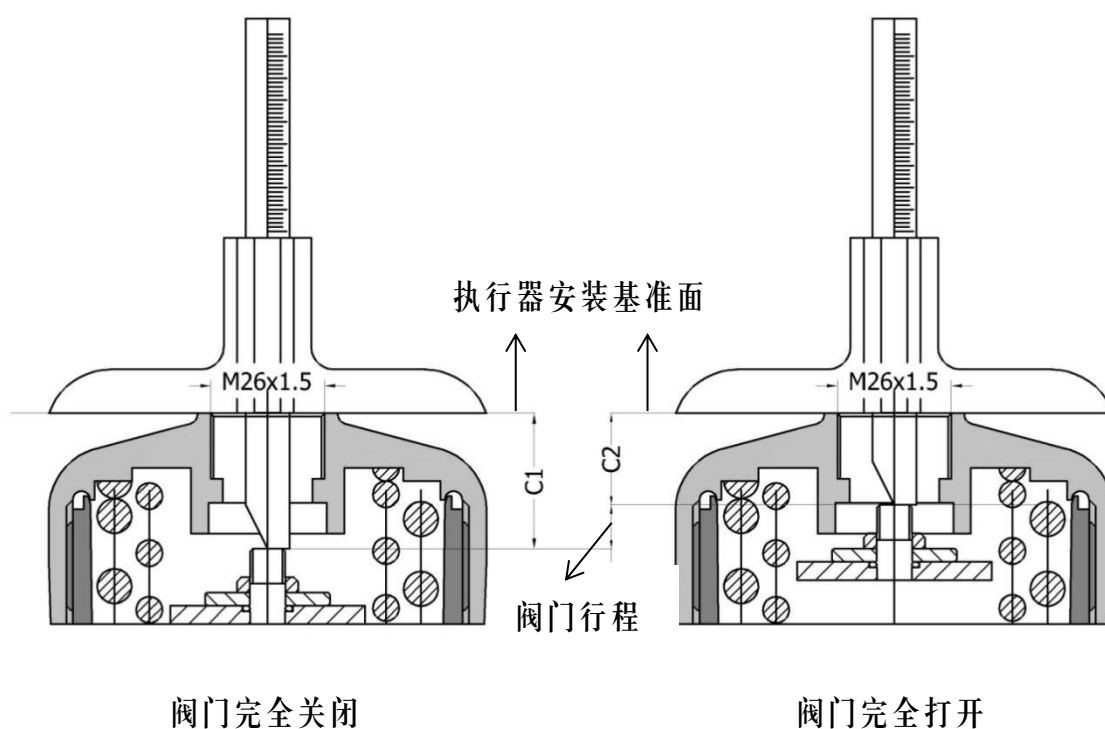

图 5. 执行器测量
2. 阀门处于完全关闭和完全打开状态时，用深度尺分别测量执行器阀杆顶端到执行器顶部安装基准面的距离 C1 值和 C2 值（图 5 中标注所示），并记录。